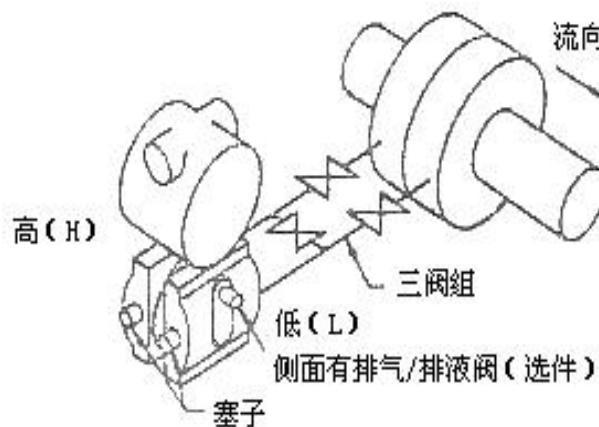

图 2.4 液体介质连接示意图
**测量液体介质压力时**，取压口必须选在流程管道的侧面，以避免渣子沉积。智能变送器应装在侧面取压口的下方，以便气体排入流程管道，如图 2.4 所示。